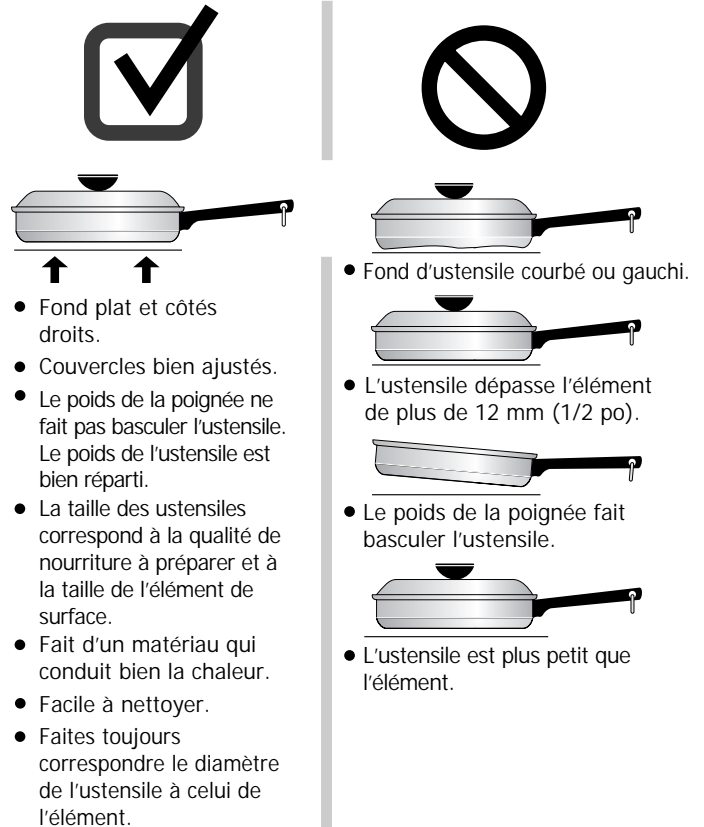
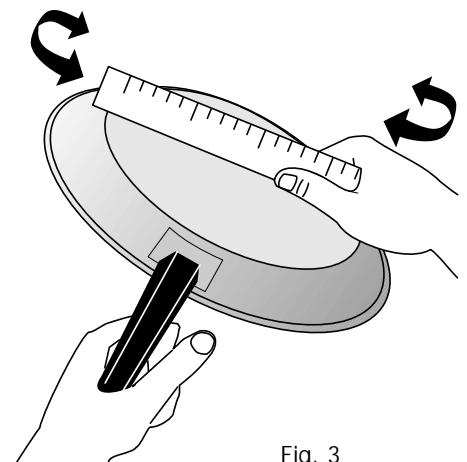

Fig. 2
Fig. 3
**Position** (modèles avec élément de cuisson dissimulé (fig. 3\*))
La dimension et le type d'ustensile utilisé influencent le réglage nécessaire à l'obtention de résultats optimaux. Assurez-vous de suivre les recommandations relatives à l'utilisation des ustensiles appropriés, tel qu'illustré aux figures 2 et 3.
Les ustensiles doivent avoir un fond plat qui fait bon contact avec toute la surface de l'élément chauffant (fig. 2). Vérifiez que le fond des ustensiles est bien plat en y faisant tourner une règle (fig. 3).
#### Tableau de suggestions de réglages pour les éléments radiants simples et doubles (reportez-vous à la fig. 3)